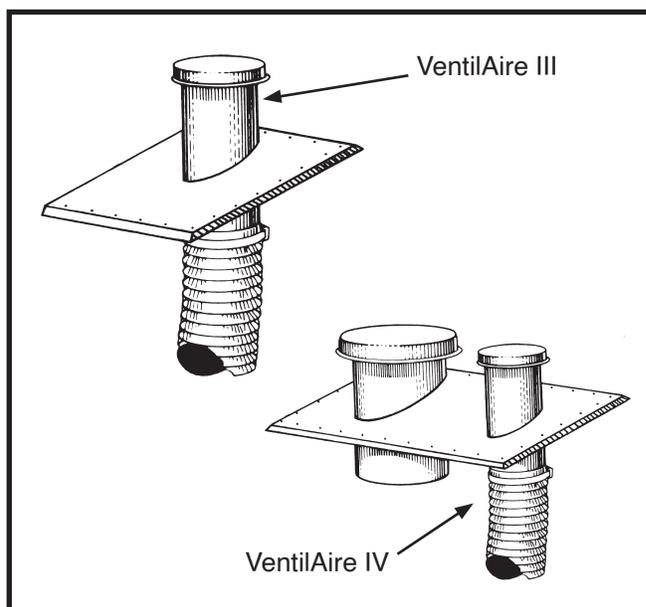

Figure 5. VentilAire III et IV
Les ensembles accessoires de qualité de l'air VentilAire sont offerts pour vous aider à répondre aux exigences de la norme H.U.D., partie 3280.103 (b) (2). Ces ensembles font entrer l'air extérieur dans l'espace habitable lorsque le souffleur de la fournaise est en marche. Le VentilAire IV sert également à évacuer l'humidité et l'air chaud du comble. Consultez la Figure 5 pour une installation typique. Les directives d'installation complètes sont fournies avec chaque ensemble de qualité de l'air.
4. Alignez uniformément le filtre au-dessus de l'ouverture au haut de l'armoire de la fournaise, puis placez l'autre extrémité du dispositif de retenue de filtre au-dessus du rebord dans le panneau supérieur de la fournaise. **REMARQUE** : Pour bien fixer le filtre, assurez-vous que le dispositif de retenue de filtre est bien positionné dans le panneau supérieur de la fournaise. Il ne doit y avoir aucun espace d'air visible. Le dispositif de retenue peut glisser légèrement vers la gauche ou la droite, mais il ne doit y avoir aucun mouvement de l'avant à l'arrière. Voyez la Figure 5.